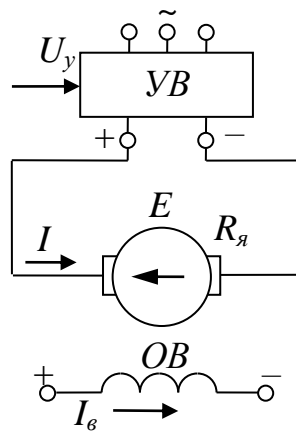

Рисунок 3.28 – Изменение напряжения на якоре при помощи универсального выпрямителя
3. Изменение напряжения на якоре. (рисунок 3.28)